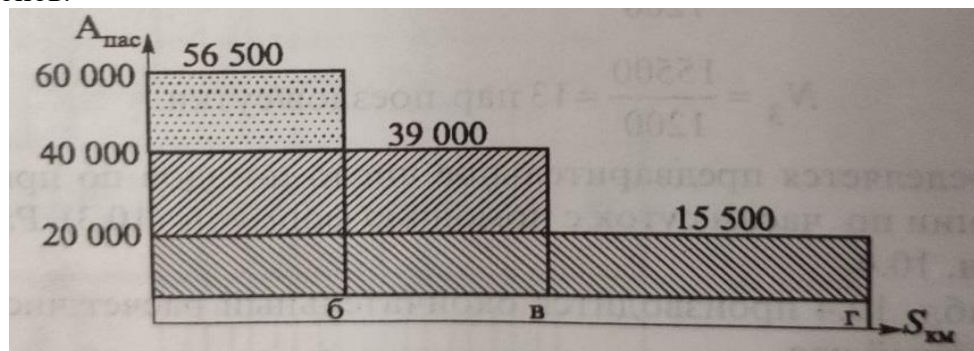

Рис.1 Диаграмма суточного пригородного пассажиропотока
1. На основании исходных данных в табл.10.1 составляется диаграмма (рис. 1) пригородных пассажиропотоков и схемы пригородного участка. Диаграмма составляется в принятом масштабе с конечной зоны (с 3-й), затем прибавляются пассажиропотоки 2-й зоны, далее – 1-ой головной.